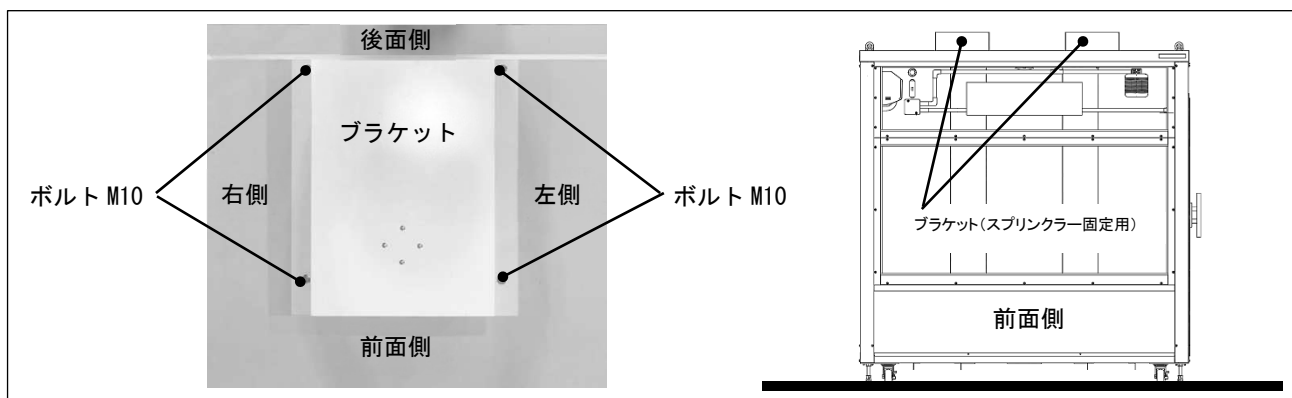

Fig.6-3 スプリンクラー室外側
① 自動消火装置のメンテナンス方法
①-1: 屋根(室外側)から、固定されているブラケットのボルト M10(4 本)を A の工具を使用し「Fig.6-3」を参照してゆるめてください。ブラケットは 2 箇所あります。
- ①-6: スプリンクラーをブラケットと共に「Fig.6-3」の位置に戻し固定してください。